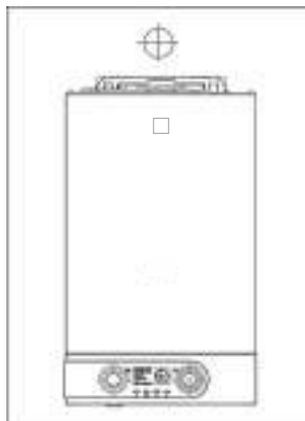

Рис. 9.
- д) далее котел навесьте на кронштейн (рис. 9).